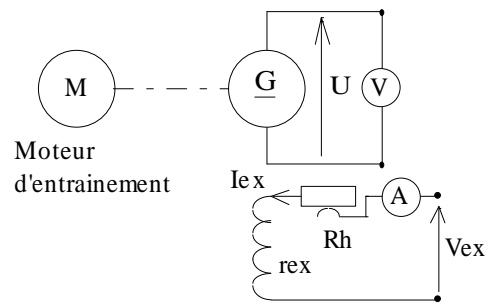

Figure 8
- 1) Réaliser le montage suivant Figure 8.